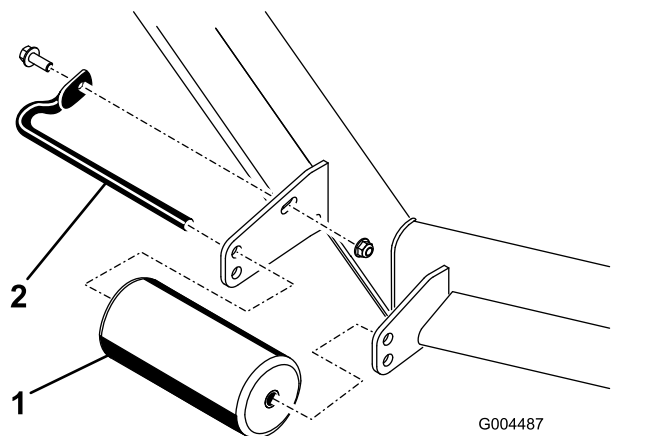

Figura 11
- Remova o parafuso e porca que prende o eixo do rolo ao suporte da plataforma (Figura 11).